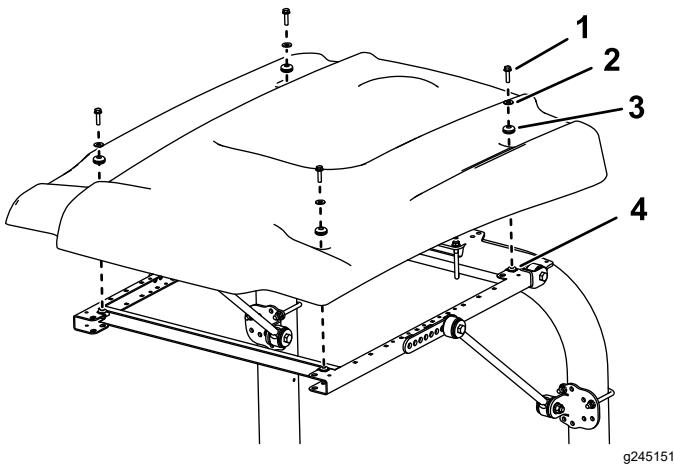

Рисунок 35
- Выравнивая монтажные отверстия, расположите солнцезащитный навес на раме, как показано на Рисунок 35.
16. Установите каждый угол солнцезащитного навеса на раму с помощью болта с фланцевой головкой (5/16 x 1¼ дюйма), малой шайбы и уплотнительной втулки, не затягивая их (Рисунок 35).